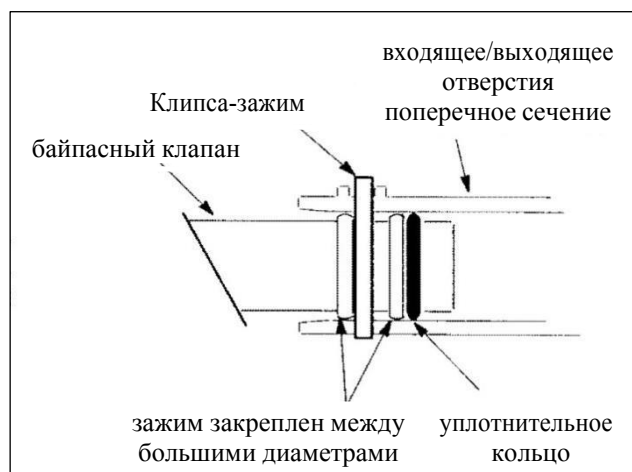

Рисунок 6
- Вставьте два пластиковых зажима (клипсы) сверху (рис. 6) и убедитесь, что зажимы хорошо закреплены.